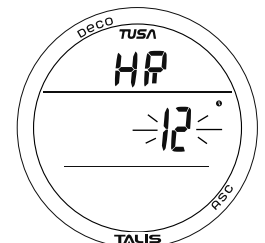

Abb. 13 - STUNDENFORMAT EINSTELLEN
**Datumformat einstellen**, Informationen beinhalten (Abb. 13):